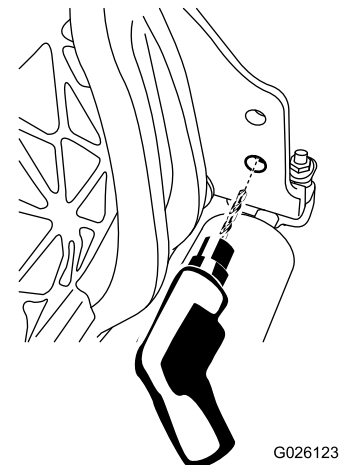

Figura 14
1. Agrande el taladro inferior del lado derecho de la unidad de corte usando una broca de 9 mm (Figura 14).